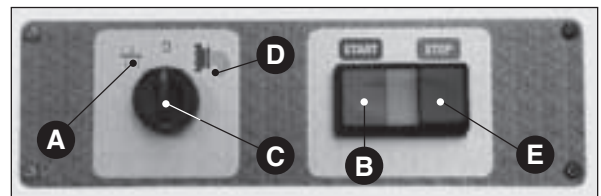

Abb. 11
- die Maschine anhalten, indem der Schalter auf die Position "0" (**Abb. 11 C**) gebracht und dann für 10-15 Sekunden auf die Position Kneten **⚡** (**Abb. 11 A**) gedreht wird, um den durch das Produkt erzeugten Druck auf dem Zieheisen zu beseitigen;
- schließlich den Schalter wieder auf "0" stellen (**Abb. 11 C**), oder den stopknopf drücken (**Abb. 11 E**);
- Auf der Position "0" (Abb. 11 C) müssen alle Maschinenteile stillstehen; in Position "Ziehen" (Abb. 11 D) dreht sich das Mischgerät in eine Richtung; die Schnecke muß sich in dieselbe Richtung drehen (durch die Deckelöffnungen kontrollieren); in Position "Mischen" (Abb. 11 A) müssen die Teile in die entgegengesetzte Richtung drehen.